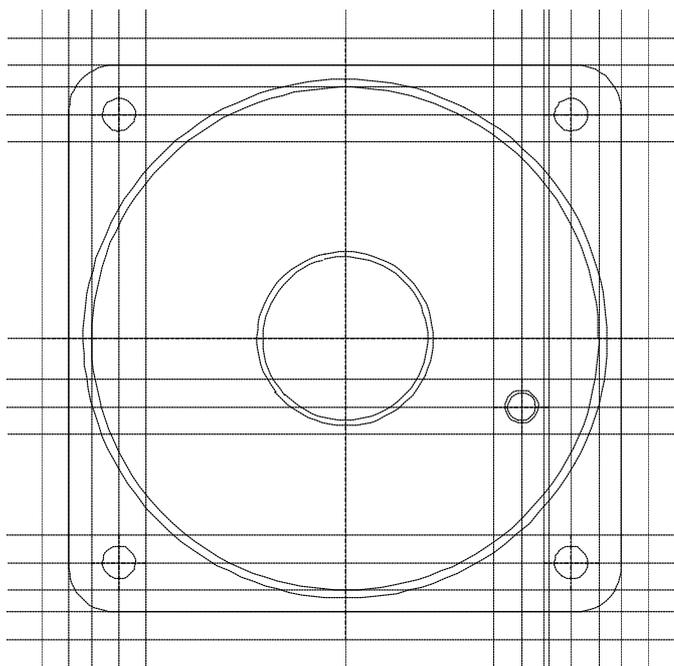

Abbildung 4.4: Seitenansicht von links mit Hilfsgeometrie
- ? Anklicken der Kreismitte der vier äußeren Bohrungen (siehe Abbildung 4.4)
- ? Wiederholen des gleichen Vorgangs mit den Radien 46 und 47.5 für die Innenrundung des Zylindergehäuses mit Fase, den Radien 15 und 16 für das Durchgangsloch mit Fase und den Radien 2.5 und 3 für das Austrittsloch, wie in Abbildung 4.4 dargestellt.
- ? Erstellen paralleler Hilfslinien wie in Abbildung 4.4 mit **[HILFSGEO]? Parll** (als Anhaltspunkt für Anfang und Ende der Symmetrielinien). Der Abstand zu den Körperaußenkanten nach außen und zu den entsprechenden Bohrungsmit- ten beträgt 5. Der Vorgang erfolgt wie unter Abschnitt 4.2.2.6 bis 8⁷.